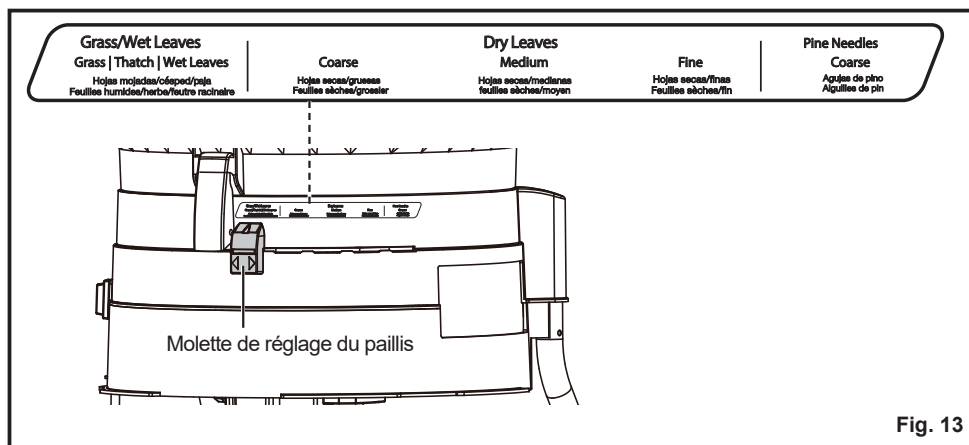

Fig. 13
- Utilisez les réglages spéciaux pour les aiguilles de pin, les résidus d'herbe et le chaume selon les besoins. Pour obtenir de meilleurs résultats, le matériau doit être broyé lorsqu'il est sec (Fig. 13).